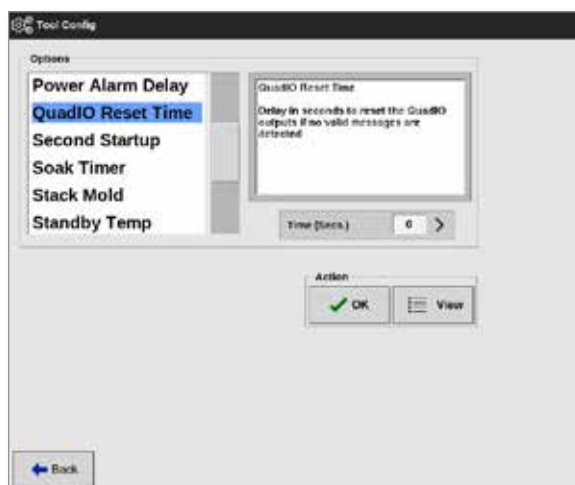

Figura 13-2 Elija Temporizador de reinicio de Quad IO
4. Elija Temporizador de reinicio de Quad IO en la lista de opciones. Consulte la Figura 13-2.